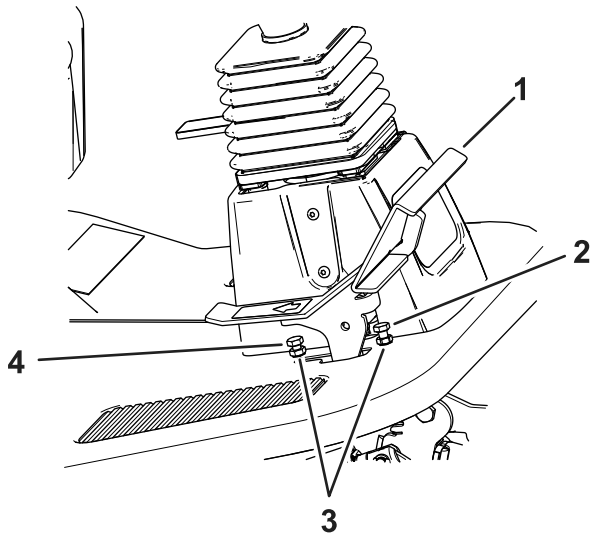

Figura 79
1. Spostate completamente in avanti il pedale di trazione (Figura 79).
pedale della trazione entra a contatto con il pedale della trazione (Figura 79).
- A. Utilizzando una chiave, tenete fermo l'arresto del pedale della trazione di marcia avanti e allentate il controdado sul lato posteriore della staffa (Figura 79).
- B. Spostate il pedale della trazione nella posizione desiderata (Figura 79).